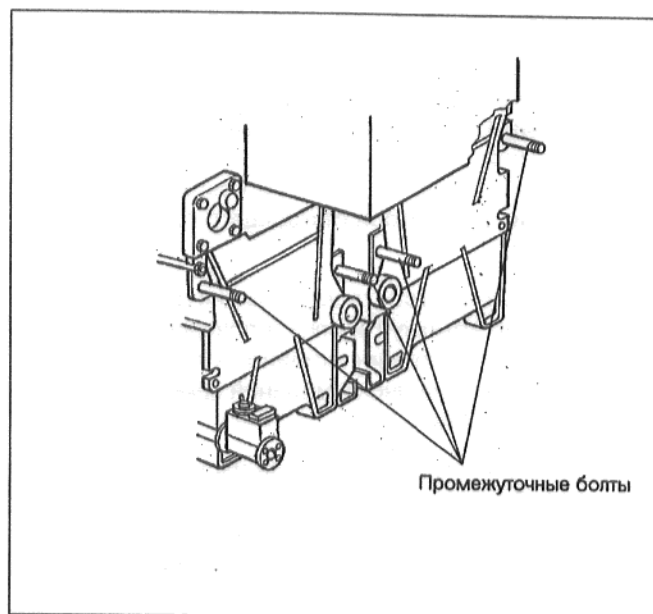

Рис. 26
- Привинтить 4 промежуточных болта для крепления задних стенок (рис.26).